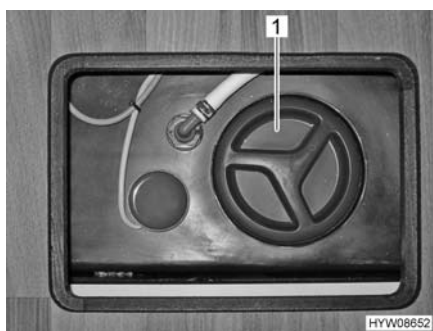

Fig. 177 Apertura per la pulizia (serbatoio delle acque grigie)
Ubicazione Il serbatoio delle acque grigie si trova nel gradino del letto in coda (Fig. 177). All'apertura per la pulizia si accede dallo sportello del pavimento.
- A questo scopo aprire l'apertura per la pulizia (Fig. 177,1) per il serbatoio delle acque grigie e il rubinetto di scarico.